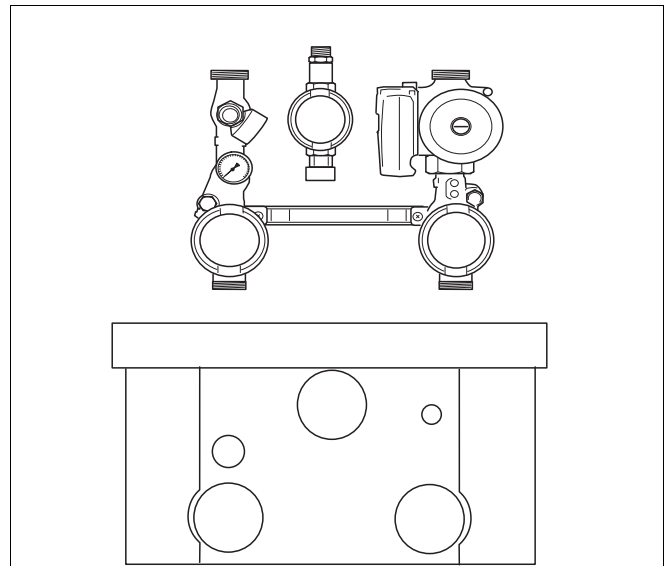

Bild 12 Anslutningsgrupp (standard i SE)
- med hjälp av en anslutningsgrupp (bild 12) (standard i SE)